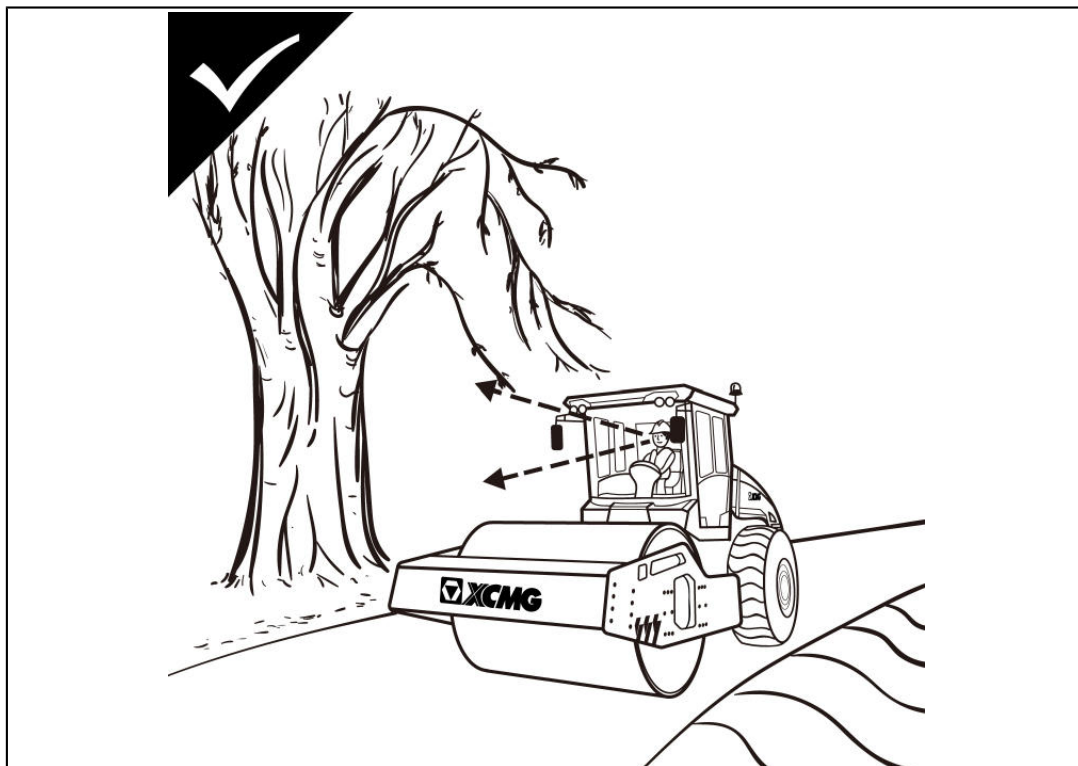

Рис. 1-11 Обратить внимание, чтобы избежать опасных дорожных условий
- Избегать движения на краях дорог, по канавам и на подобных местах, обращать внимание, что мокрые или поврежденные дорожные покрытия повлияют на грузочную способность катка. Обращать внимание на возможные препятствия над катком, такие как повешенные кабели при низкой высоте, ветки деревьев и другие препятствия.(Рис. 1-11).